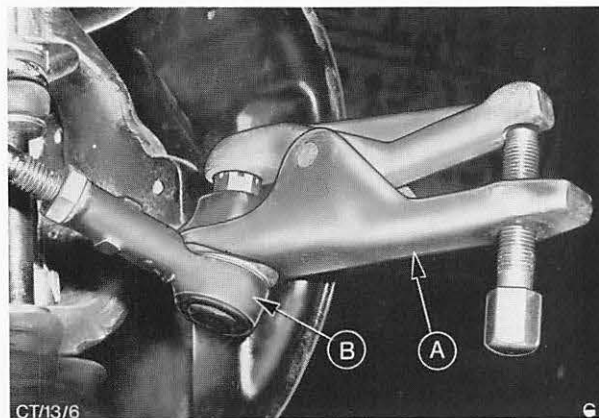

Abb. 21 A = Abzieher 13-006 – Spurstangenendstück
5. Spurstangenendstücke mit Werkzeug 13-006 aus den Spurstangenhebeln pressen, Abb. 21, Kronenmuttern ganz abschrauben und Lenkgetriebe ausbauen.